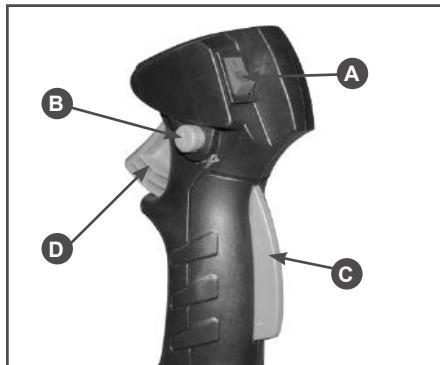

Рис.10 Расположение органов управления на рукоятке
- Выключатель зажигания (A) установите в положение «I» Рис.10. Удерживая стопорный рычаг курка газа (C) Рис.10 нажмите на курок газа (D). Для облегчения запуска зафиксируйте курок газа стопором (B) Рис.10.